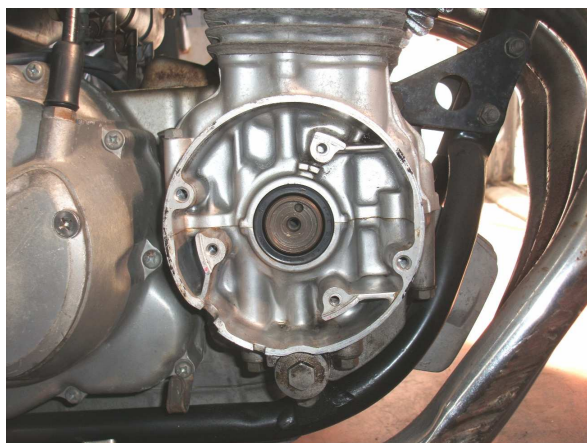

図1、ポイント／ガバナを外した状態
- ①エンジン右ポイントカバーを外し、ポイント(プレート共)、及びガバナーを外して下さい(図1)。